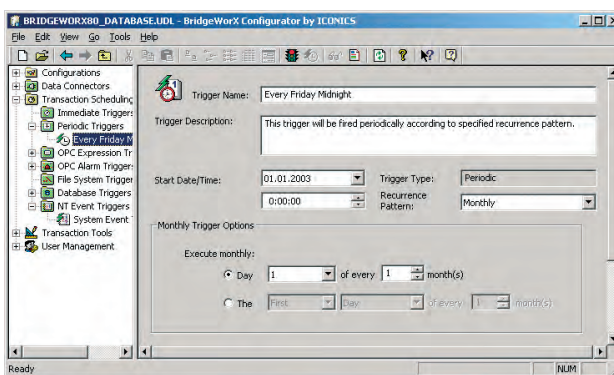

Рис. 4. Периодический триггер
- периодически (например, ежемесячно – рис. 4) или в соответствии с определёнными датой/временем;